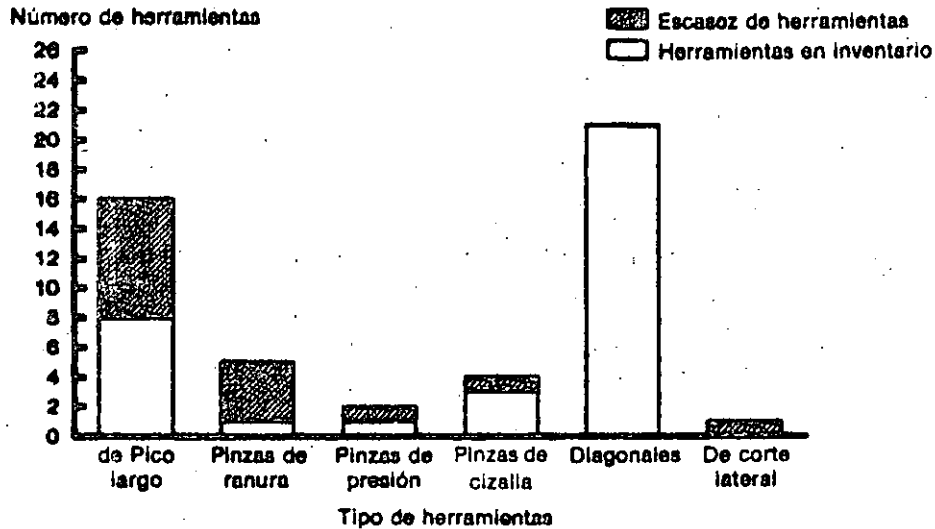

Figura A-4 Gráfica de columnas que muestra herramientas en inventario y la escasez de herramientas.
- El círculo debe elegir la mejor forma (como en la figura A-4, p. 160) para manejar los datos numéricos basados en criterios como: